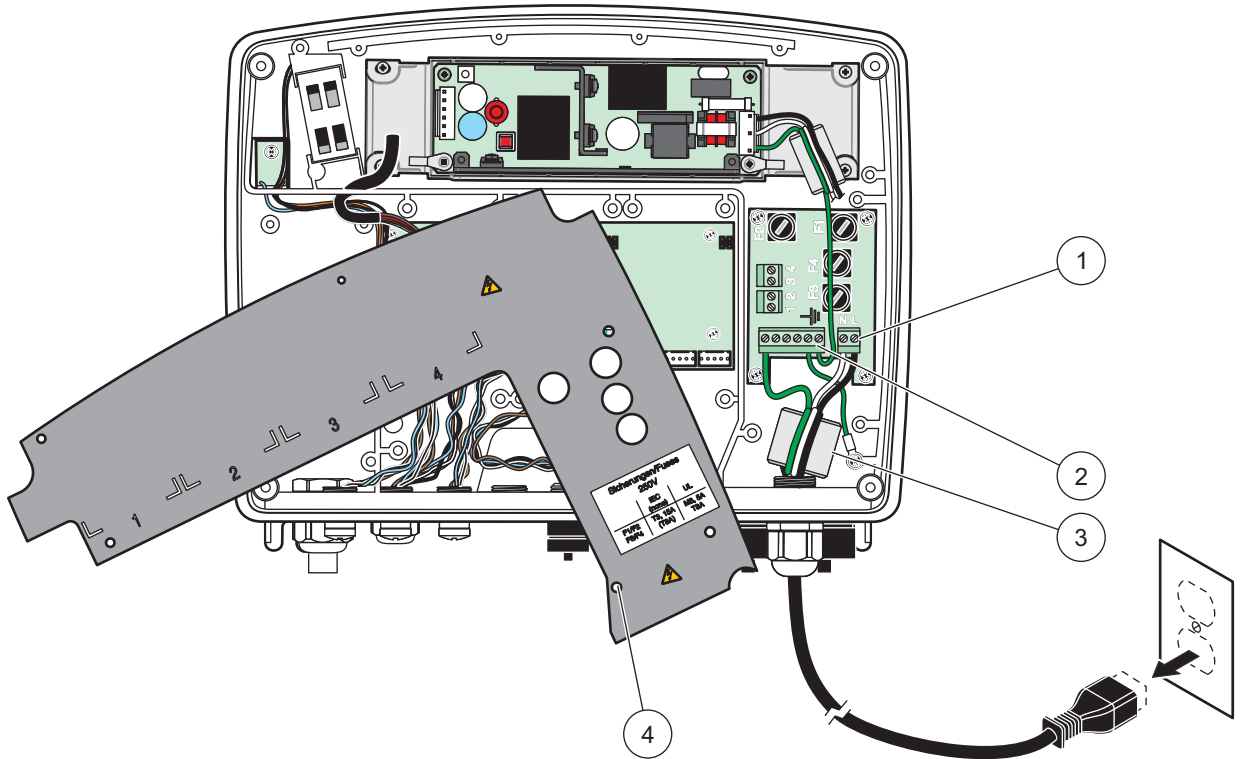
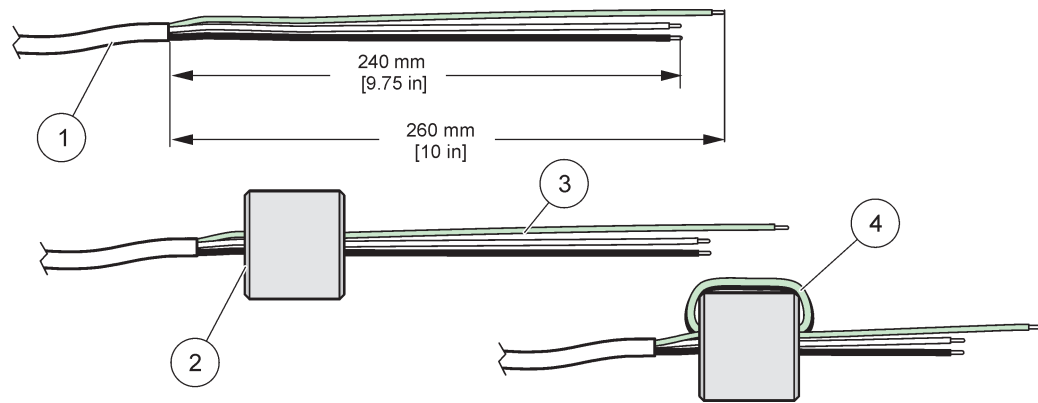

図 10 電源用配線
図 12 適切な配線準備およびフェライト コア配線
6. ケーブル外部絶縁 260 mm をはがします (図 12)。アース配線 20 mm (0.78 インチ) 以外の配線をすべて短くします。アースケーブルは 20 mm (0.78 インチ) になります。他のケーブルより長くなります。
7. はがした電源ケーブルをフェライト コアに 2 回通して、(図 12) 表 1 と 図 10 に示されるとおりにターミナルに配線します。確実に接続されていることを確認するために、それぞれ挿入したあとで、軽く引っ張ります。
7. はがした電源ケーブルをフェライト コアに2回通して、(図 12) 表 2と図 16に示されるとおりにターミナルに配線します。確実に接続されていることを確認するために、それぞれ挿入したあとで、軽く引っ張ります。